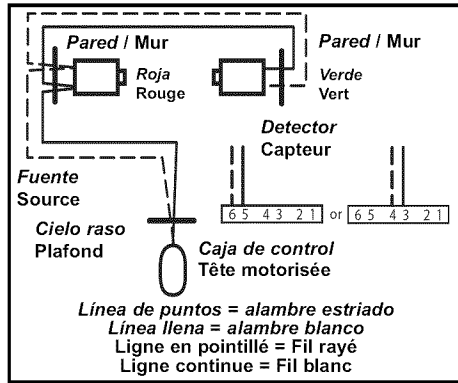

FIG. 4-5b Métodos del detector y fuente pre-alambrados. Méthodes de câblage du capteur et de source pré-câblés.
- Corra el alambre de la pared a los detectores del Safe-T-Beam® (Fig. 4-5b).
- Corra el alambre del cielo raso a la caja de control (Fig. 4-5b).
- Achémener el fil du mur aux capteurs Safe-T-Beam® (Fig. 4-5b).
- Achémener el fil du plafond à la tête motorisée (Fig. 4-5b).